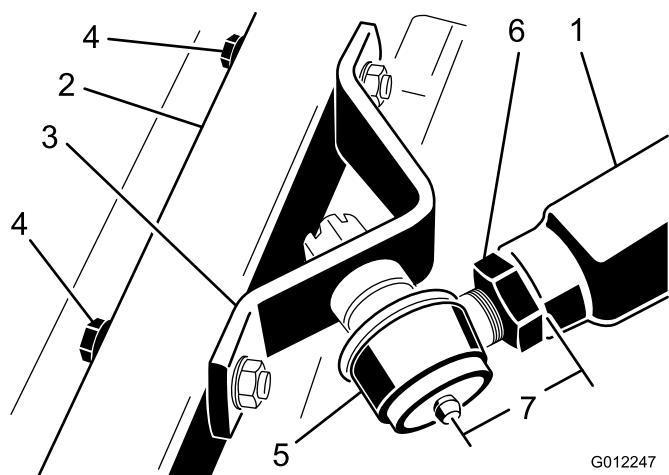

Figura 9
6. Serrate il controdado grande che fissa il giunto sferico al braccio di sollevamento (Figura 9). Per serrare il controdado, tenete diritto il giunto sferico per consentire la corretta oscillazione durante il